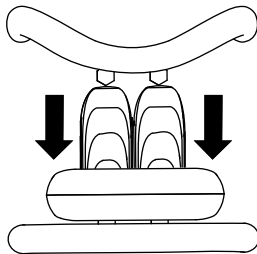

Bild 7
- Bewegen Sie den Fahrertriebshebel nach hinten, um rückwärts zu fahren (Bild 7).